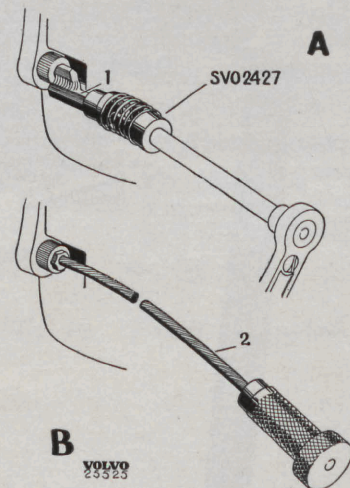

Bild 17. Demontering av växellådsskruvar.
5. Lossa skruvarna som håller växellådan vid kopplingskåpan. Använd därvid nyckel SVO 2426 och kullad SVO 2427, se A bild 17. Verktyg SVO 2428 användes därefter för urskruvning, se B bild 17.